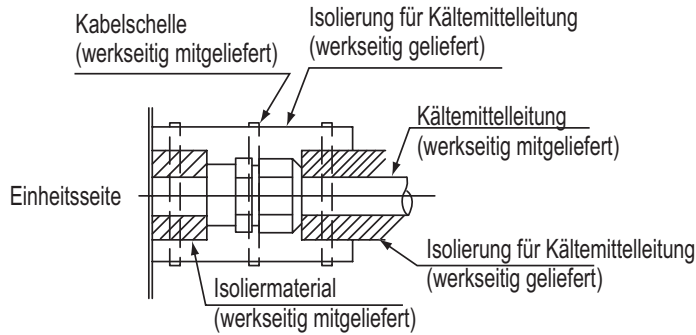

Abb.5.3 Isolierung an Rohrleitungen
- (3) Nach dem Kältemittelleitungsanschluss dichten Sie die Kältemittelleitungen mit dem werkseitig gelieferten Isoliermaterial wie in Abb. 5.3 gezeigt ab.